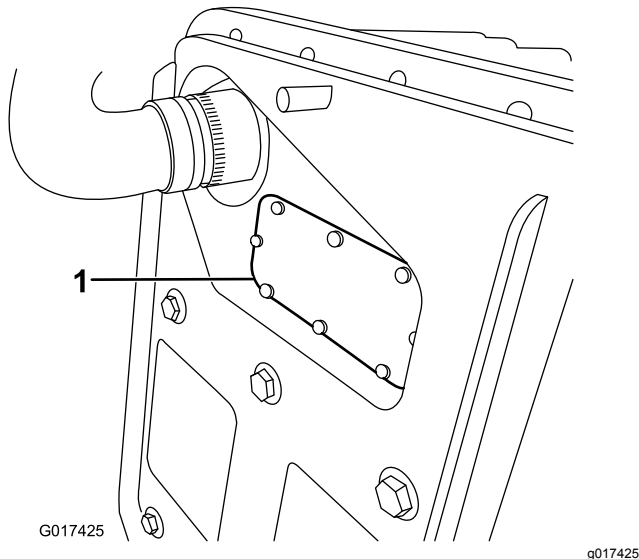

Bild 41
- B. Entfernen Sie die Sicherungsabdeckung (Bild 41).